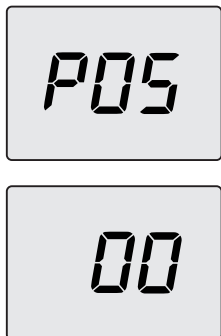

图 8.4
- 使用 13 或 14 键滚动通过各种参数，直到 LCD 显示屏显示字母 **P05** 和参数值，指示“参数 05”的输入项 (图 8.4)。
- 同时按 12 和 13 键 (图 8.2)，则会退出，并且不改变数值 (返回参数列表图 8.4)。